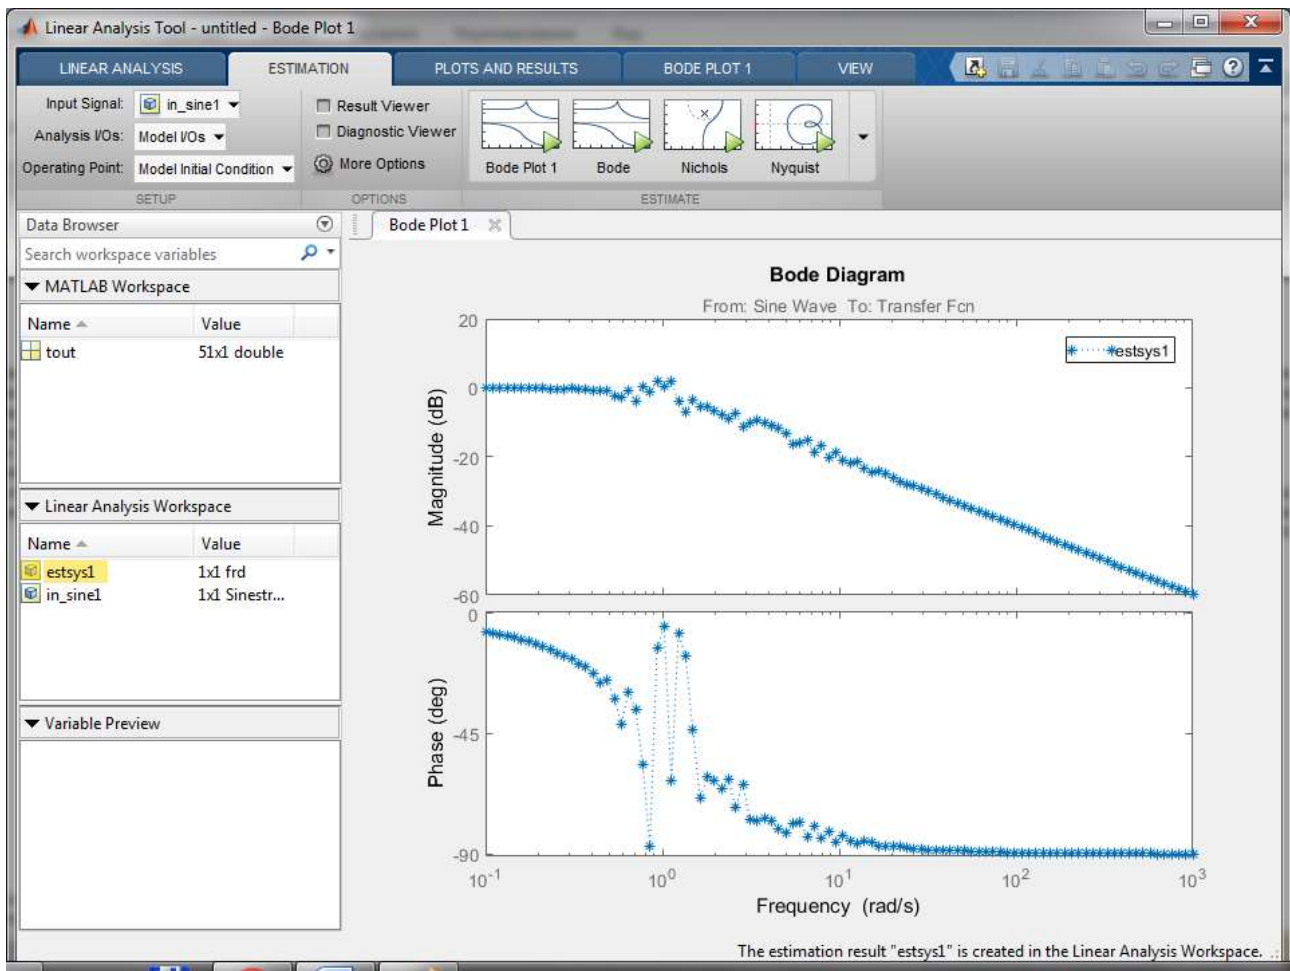

Рис. 8 Пример вычисленных частотных характеристик
- 5) Нажатием кнопки **Bode Plot** запустим построение частотных характеристик, получив результаты, аналогичные изображённым на Рис. 8.